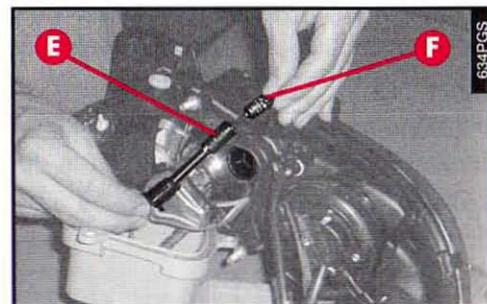

fig. 43
– Sortir le porte-lampe (**E-fig. 43**) monté à pression.
– Sortir l'ampoule (**F-fig. 43**) du porte-lampe, en la poussant légèrement et en la tournant dans le sens contraire des aiguilles.